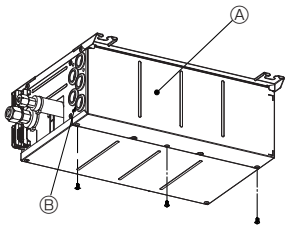

Fig. 8-1
1. Rimuovere le viti nel coperchio. (Fig. 8-1)